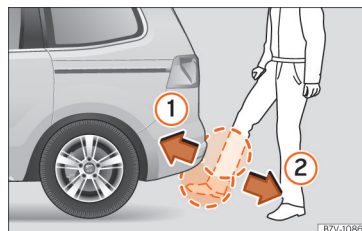

Abb. 106 Heckklappe mit sensorgesteuerter Öffnung (Easy Open).
» **Abb. 106 ①** nähern.
dem Sensorbereich »» **Abb. 106 ②**. Die Heckklappe öffnet sich selbsttätig.